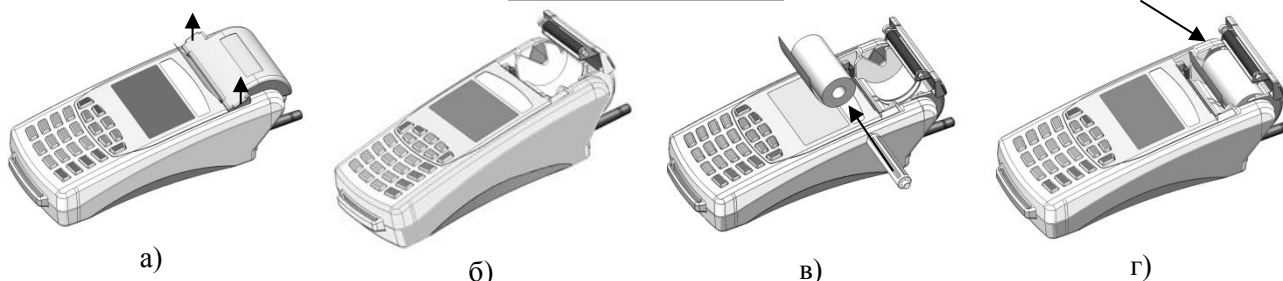

Рис. 11 Встановлення чекової стрічки
- б) Відчинити кришку боксу паперової стрічки (Рис. 11а, Рис. 11б).
- в) Витягнути пластикову вісь з залишками поточного рулону (Рис. 11б).
- г) Встановити пластикову вісь в новий рулон (Рис. 11в).
- д) Вставити пластикову вісь з новим рулоном на місце, слідкуючи щоб кінці осі увійшли в призначені для цього пази. Пластикову вісь з рулоном повинна бути встановлена без перекосів, рулон має вільно обертатися (Рис. 11г). При цьому на дисплей буде виведено повідомлення: